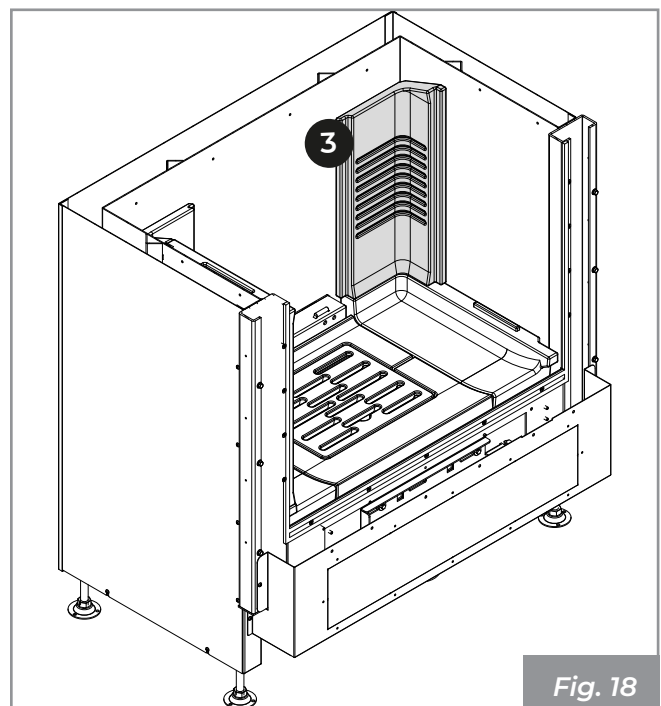
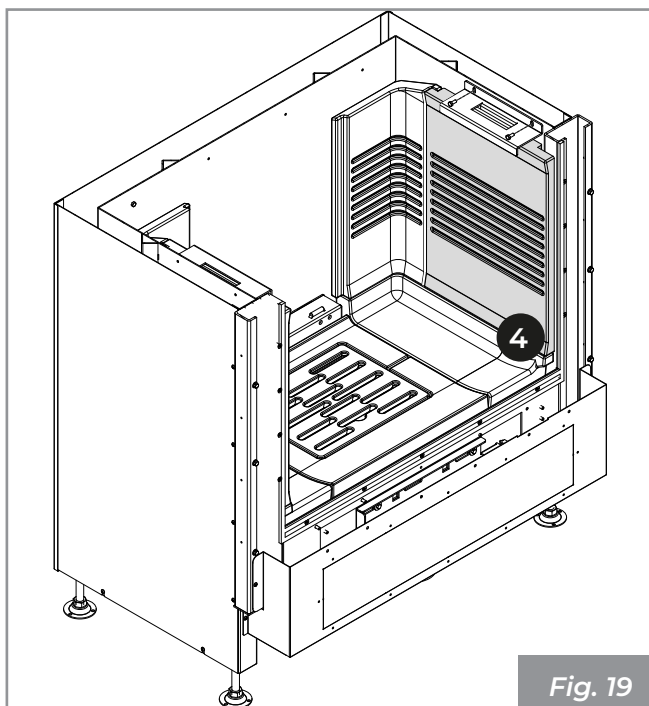

Fig. 18
Fig. 19
4) Proceda del mismo modo en el lado opuesto. (Fig. 18) (Fig. 19).